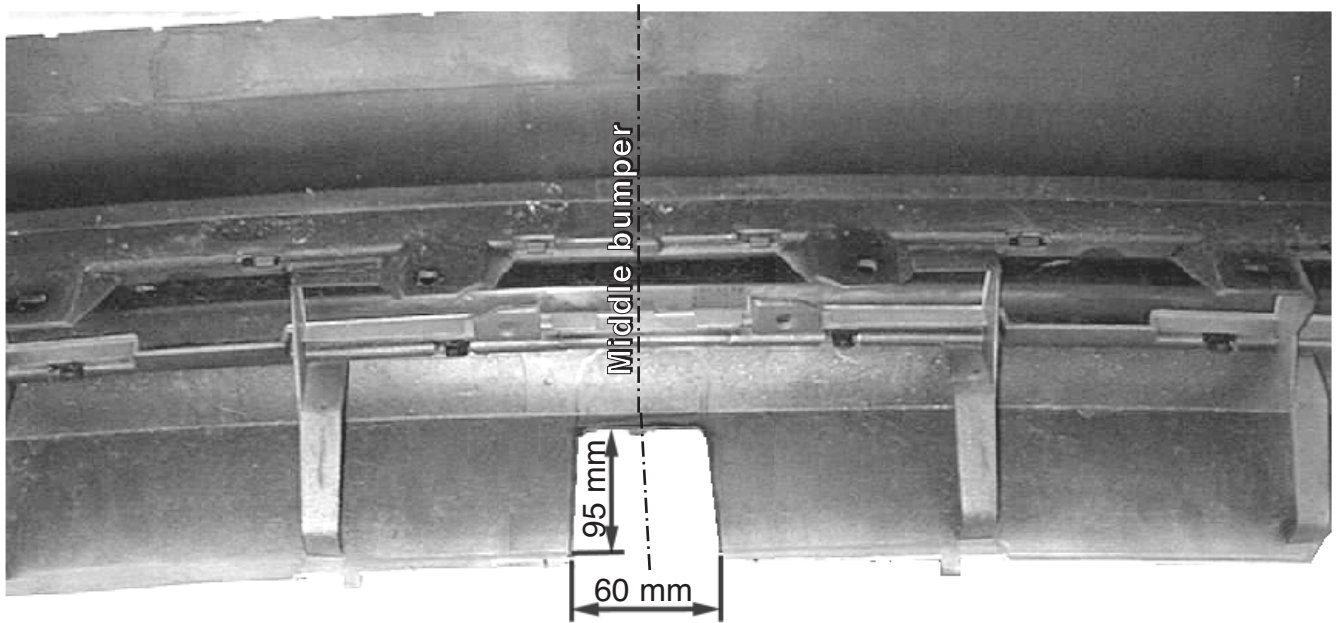

Fig. 1
1. Ryd gulvet i bagagerummet. Fjern følgende fra bagagerummet: donkræften (til venstre), bagskærmen af kunststof og kunststoflommerne (til højre og venstre). Fjern kofangeren fra køretøjet. Fjern den indre del af kofangeren (inderværket). Fjern støddæmperne fra inderværket. Disse støddæmpere skal ikke genanbringes. Sav et stykke ud af kofangeren, se fig. 1.
1. Despejar el suelo del maletero. Retirar del maletero el gato (a la izquierda), la pantalla posterior sintética y los compartimientos almacén sintéticos (a la izquierda y derecha). Desmontar el parachoques del vehículo. Retirar el armazón interior del parachoques. Retirar los amortiguadores del armazón interior. Los amortiguadores retirados no se vuelven a poner. Serrar una parte del parachoques de acuerdo con la fig. 1.
1. Liberare il fondo del bagagliaio. Rimuovere dal bagagliaio il cric (a sinistra), il pannello in plastica posteriore e gli scomparti in plastica portaogetti (a destra e sinistra). Smontare il paraurti del veicolo. Rimuovere l'anima interna del paraurti. Rimuovere gli ammortizzatori dall'anima del paraurti; questi non dovranno essere rimontati. Segare via una parte del paraurti, come indicato in fig. 1.
1. Uprzątnąć podłogę bagażnika. Z bagażnika wyjąć podnośnik, tylną ściankę z tworzywa sztucznego oraz schowki z tworzywa sztucznego (z lewej i z prawej strony). Odkręcić zderzak. Zdjąć obudowę zderzaka a następnie z obudowy wymontować amortyzatory. Amortyzatory te nie będą ponownie wykorzystywane. Według rys. 1. Ze zderzaka wyciąć pokazany element.